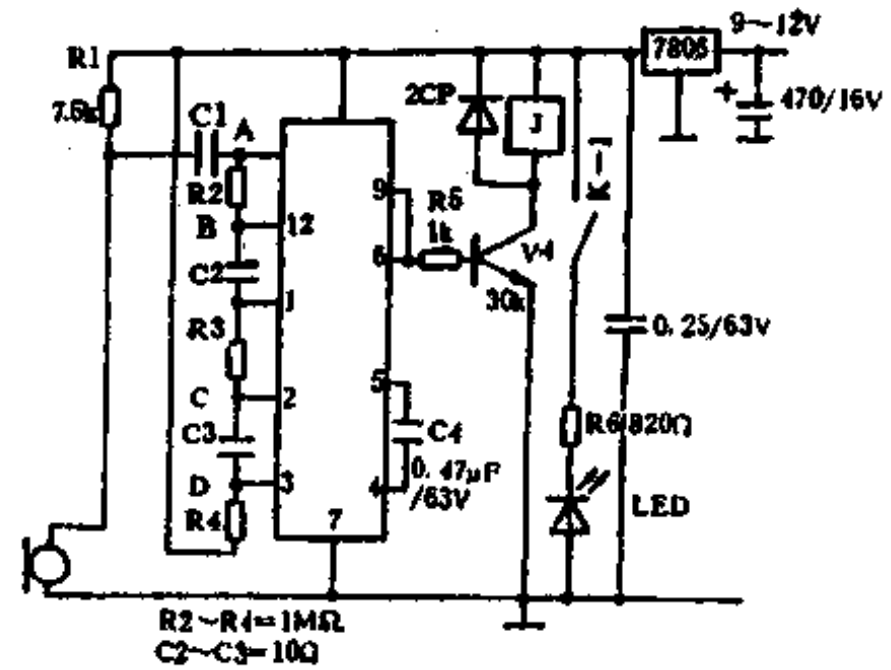

图 1-189
实用的声控开关见图 1-189 所示。图中 R2~R4 是放大器的反馈环电阻, 它们的阻值越大, 则内部的增益越高。C1~C3 是耦合电容器, C4 是输入频率调整电容器, 可控制电路对信号的反应时间, 调整它可改变两次有效击掌时间差, ⑦与⑭脚分别接电源负极与正极, ⑨、⑥脚是输出。